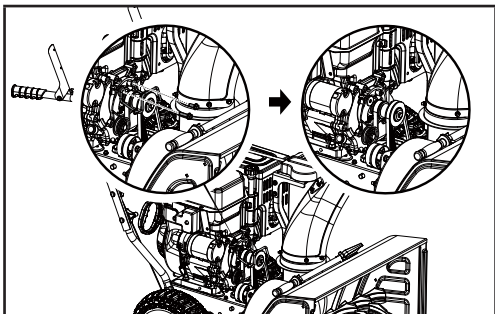

Figure 36
5. Retirez les boulons (20 mm / 30 mm) qui retiennent le protège-courroie (figure 36). Il est à noter que le ressort n'est pas tendu à ce stade-ci.